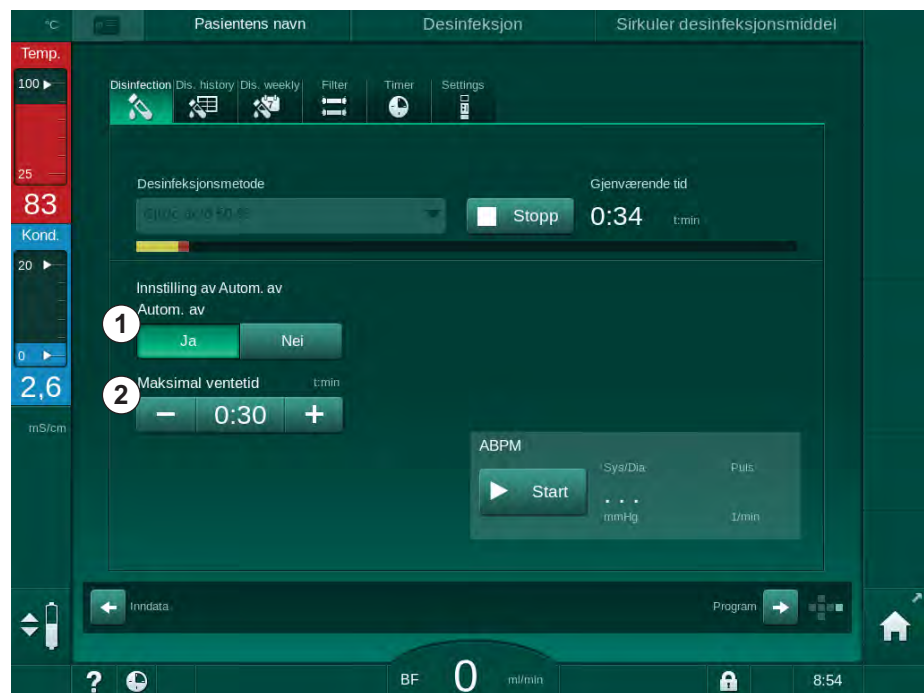

Fig. 7-15 Desinfeksjon pågår – *Autom. av* aktivert
Etter å ha valgt desinfeksjonsskjermbildet, vises forhåndsinnstillingen for *Autom. av (Ja eller Nei samt maksimal ventetid hvis Ja)*. Innstillingen for funksjonen kan endres før eller etter at desinfeksjonen er startet ved å berøre *Autom. av, Ja eller Nei* (Fig. 7-15, ①).